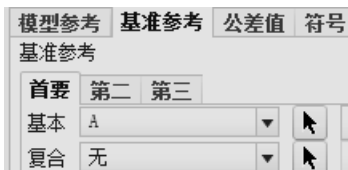

图 9-75 指定基准
(4) 在【基准参考】→【首要】→【基本】栏中单击黑色展开按钮，选择 A，如图 9-75 所示。